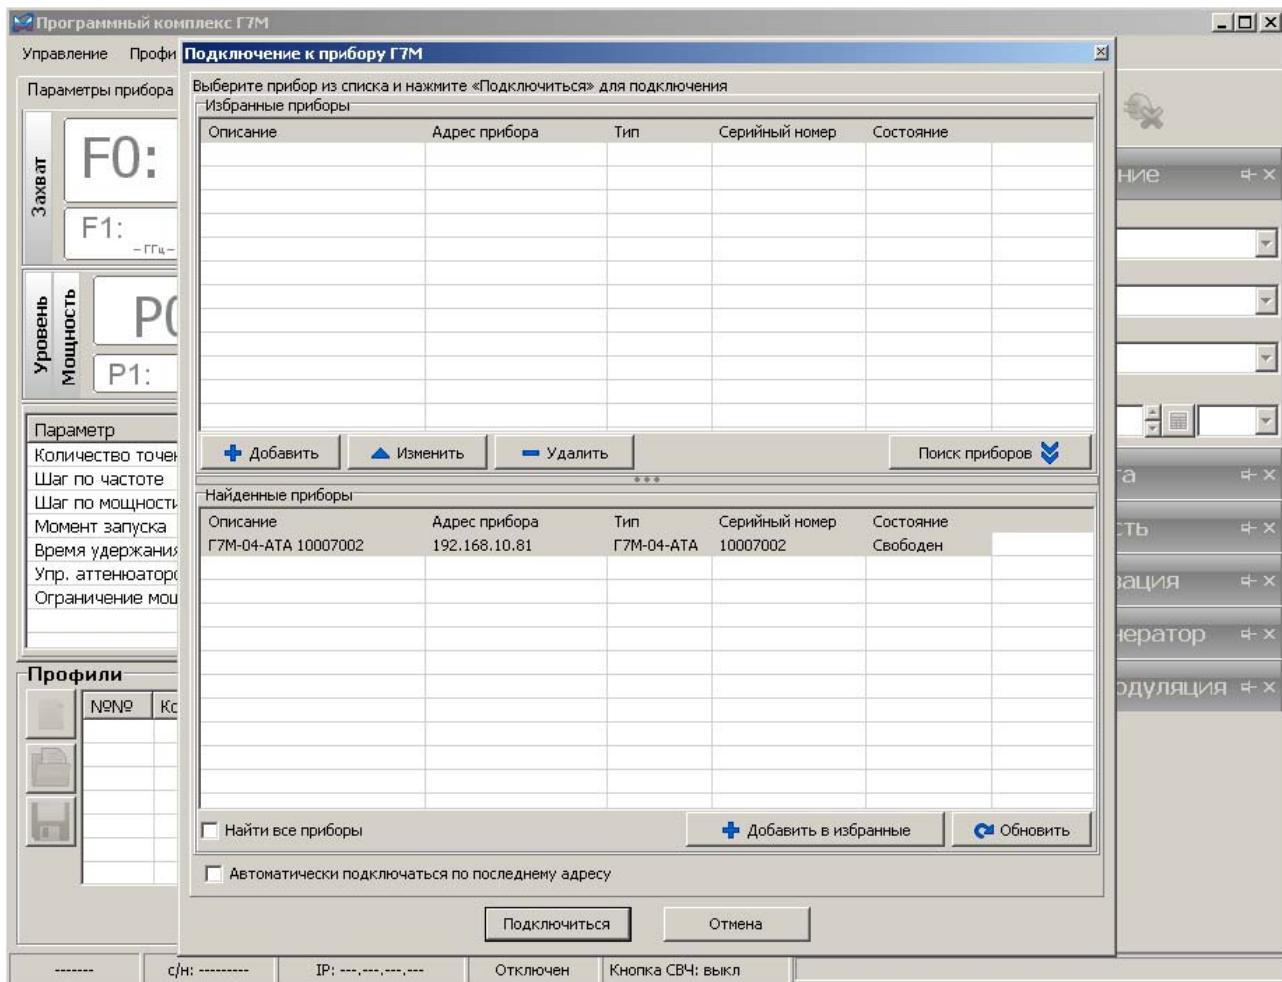

Рисунок 5.4 – Внешний вид ПО
- и) запустить ПО, воспользовавшись ярлыком в меню «Пуск», в результате запустится «Программный комплекс Г7М», с открытым окном «Подключение к прибору Г7М» (рисунок 5.4);
к) запустить ПО, воспользовавшись ярлыком в меню «Пуск», в результате запустится «Программный комплекс Г7М», с открытым окном «Подключение к прибору Г7М» (рисунок 5.4), при этом в столбце «Адрес прибора» списка «Найденные приборы» вместо IP-адреса будут указаны сетевые имена;